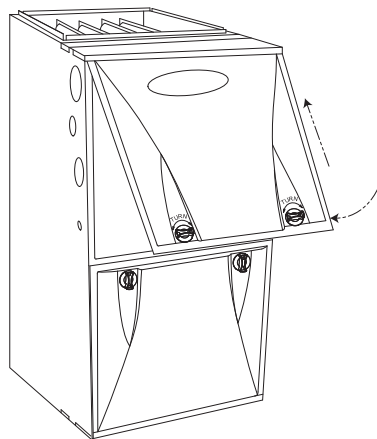

Figure 13 – Panneau de service de la chaudière remis en place (configuration à tirage ascendant)
7. Remplacez la porte principale de la chaudière. Consultez la figure 13.
6. Remplacez la porte principale de la chaudière. Consultez la figure 13.